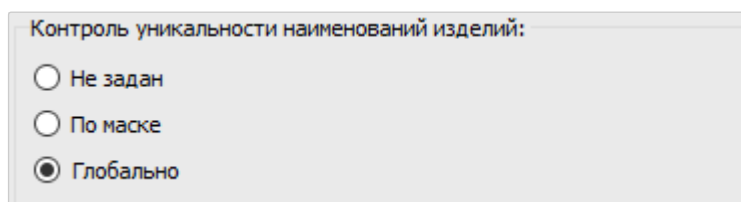

Рисунок 155. Область «Контроль уникальности наименований изделий»
4) «Контроль уникальности наименований изделий» — отвечает за контроль уникальности позиционных обозначений и наименований изделий с режимами (см. рисунок 155):